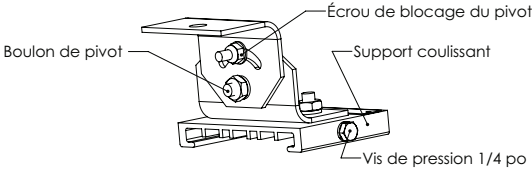

Figure 5. Détails du montage pivotant
- 5. Serrer à fond les deux (2) vis de pression de 1/4 po sur chaque support coulissant (voir la figure 5). Visser au couple de 78 po-lb (8,8 N.m).
- 6. Régler la position du luminaire selon l'angle souhaité, puis serrer les deux (2) boulons de pivot de 5/16 po. Visser à un couple de 138 po-lb (15,6 N.m).
- 7. Visser les deux (2) écrous de blocage du pivot de 1/4 po au support de réglage de 78 po-lb (8,8 N.m).